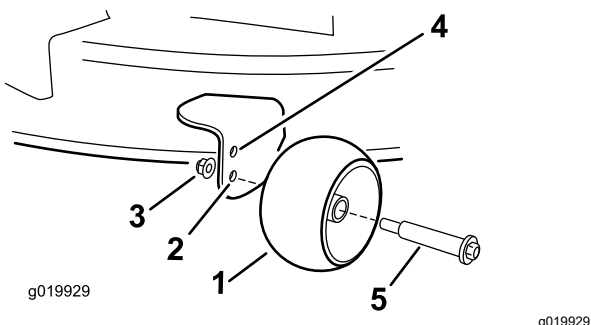

Figura 31
- Furo superior – utilize esta posição com plataforma de corte nas posições de altura de corte de 63 mm e inferiores (**Figura 31**).
- Furo inferior – utilize esta posição com plataforma de corte nas posições de altura de corte de 76 mm e superiores (**Figura 31**).